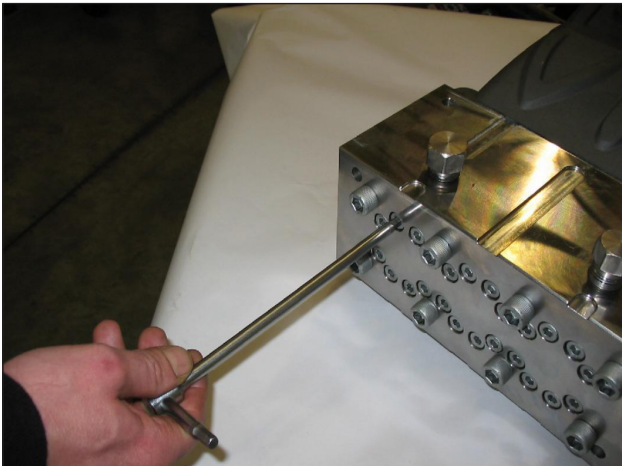

Fig. 16
- Desserrer sans les enlever les vis M8x100 de fixation de la chemise sur la tête, comme le montre la Fig. 16, de sorte à les dégager.